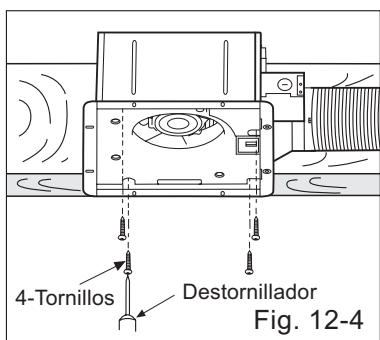
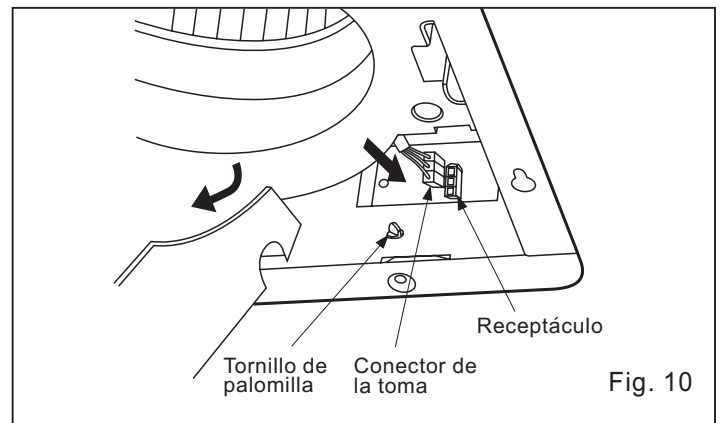

Fig. 12-4
Fig. 10
6. Abrir la cobertura del orificio, asegurar el ventilador a el adaptador usando tornillo de palomilla y conectar a el receptáculo (Fig. 10)
5. Fije el adaptador y el cuerpo del ventilador usando Tornillo de palomilla. (Fig. 10)
7. Introduzca el tubo de ventilación en el cuerpo del ventilador. (Fig. 12-4)
8. Asegure el tubo de ventilación. (Fig. 12-4) y el enchufe conector al receptáculo. (Fig. 10)